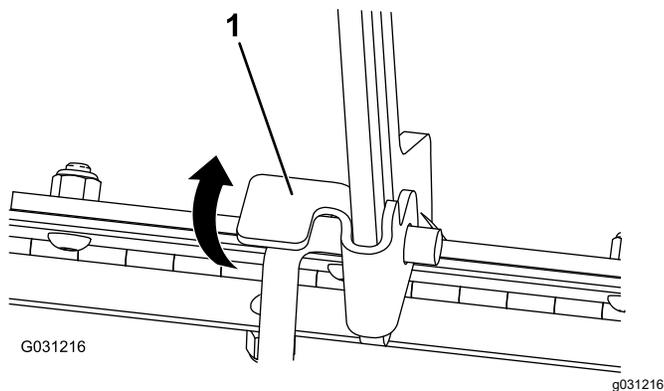

Figura 33
1. Levante a aba que fixa a barra de apoio (Figura 33)